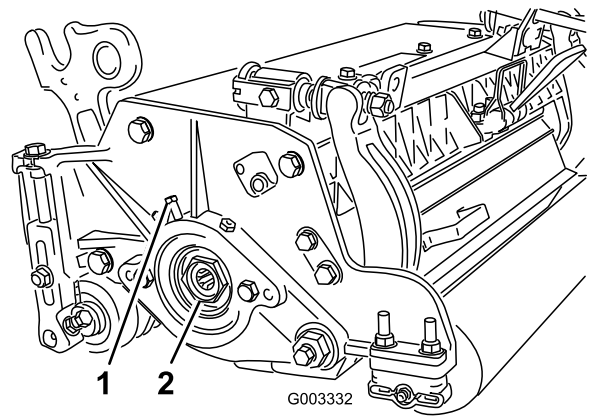

图27
- A. 松开将轴承调节螺母固定至滚刀组左侧轴承座上的外部固定螺丝(图27)。